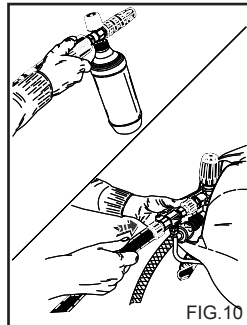

FIG.10
**ANVÄNDA RENGÖRINGSMEDLETS SUGENHET (fig. 10). (Tillbehör)**